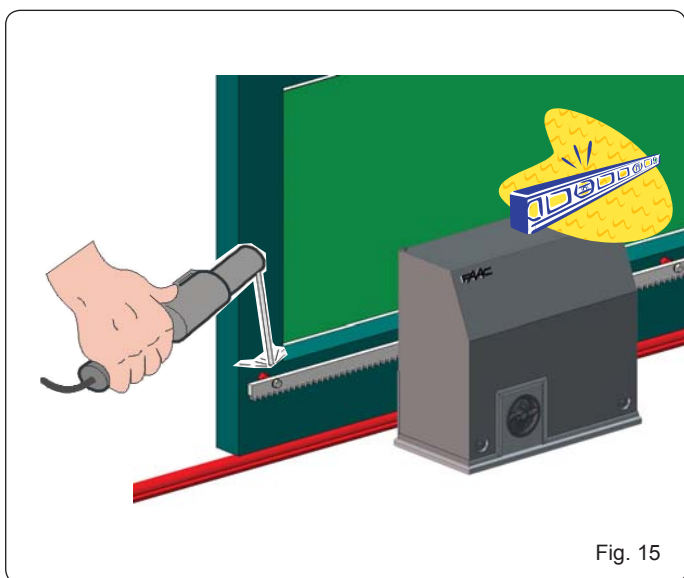

Fig. 15
3. Apoye sobre el piñón la primera pieza de cremallera comprobando que esté perfectamente horizontal y suelde el pasador roscado en la cancela como se indica en la Fig. 15.